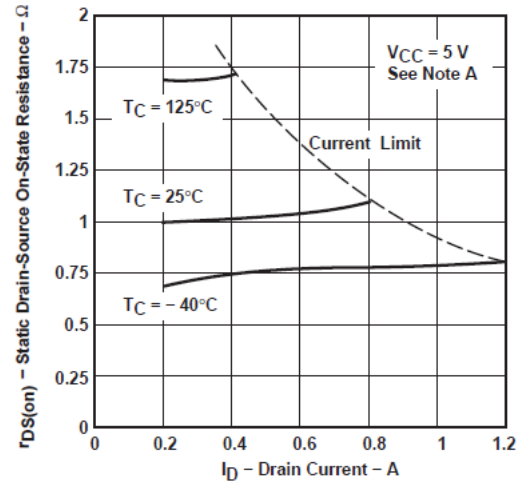
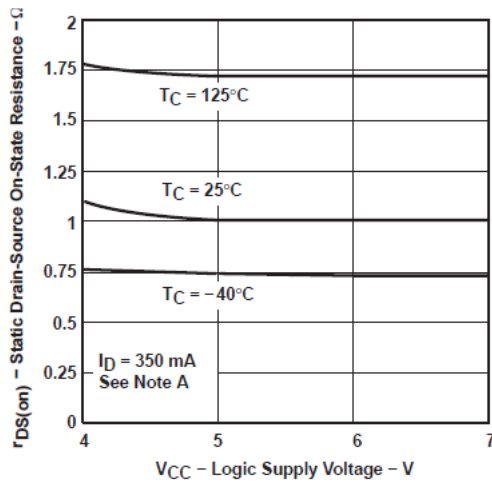

図 5-4. ドレイン・ソース間の静的オン抵抗とドレイン電流との関係
図 5-5. ドレイン・ソース間の静的オン抵抗とロジック電源電圧との関係
| r _{DS(on)} | ドレイン - ソース間オン抵抗 | I _D = 350mA | T _C = 25°C | 図 5-4 および 図 5-5 (2) (3) を参照 | 1 | 1.5 | Ω |